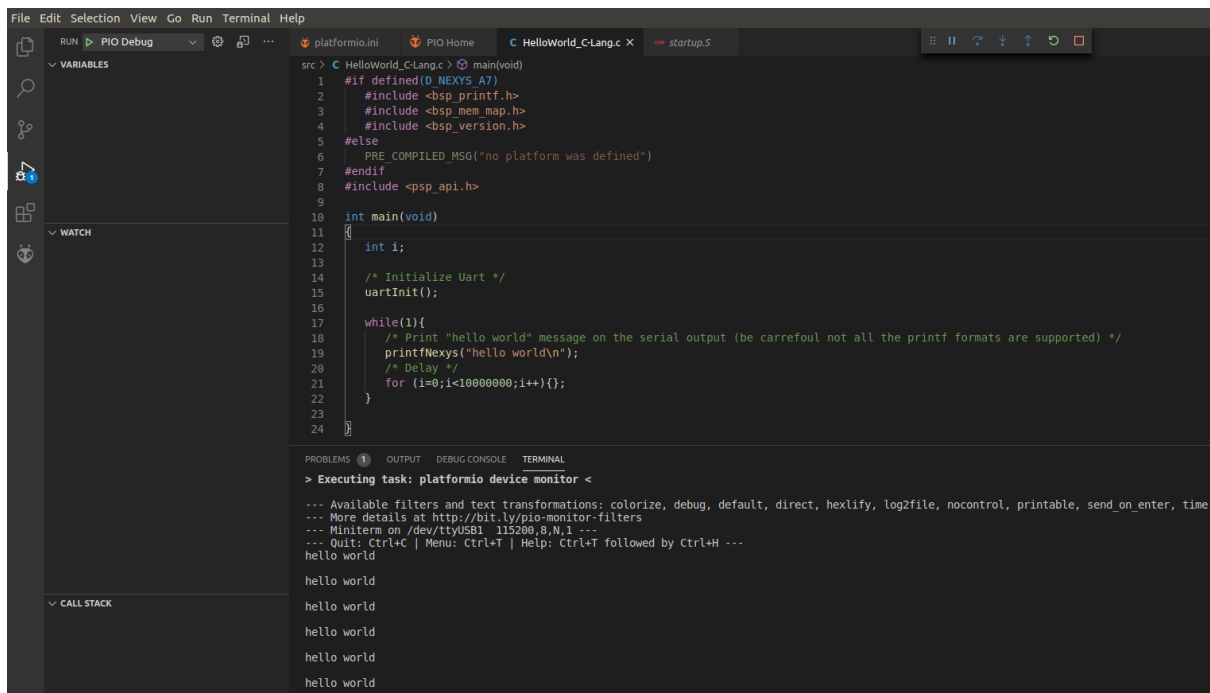

图70. 程序的执行
5. 串行监视器反复打印消息“HELLO WORLD !!!”，如图70所示。